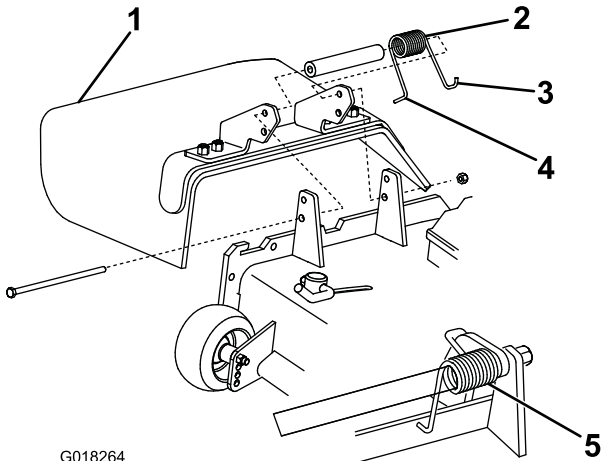

Figura 2
- Coloque el gancho en J del extremo derecho del muelle alrededor del deflector de hierba (Figura 2).